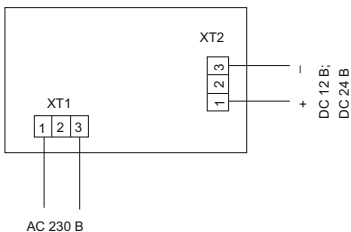

Рисунок 3
3.2.12 Подключение светильника ДПА 5032-3, ДПА 5043-3 к питающей сети переменного тока 230 В производить к контактам клеммной колодки ХТ1 (рисунок 3), расположенной на плате управления, согласно маркировке: (L) фазный проводник, (N) нейтральный проводник сети.